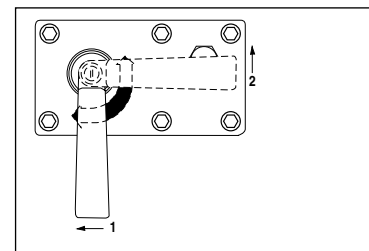

Figura 6
(Ver Figura 6)
3. Gire a alavanca da válvula de controle para a posição de retorno ("2"). (ver Figura 6 para posições da válvula).